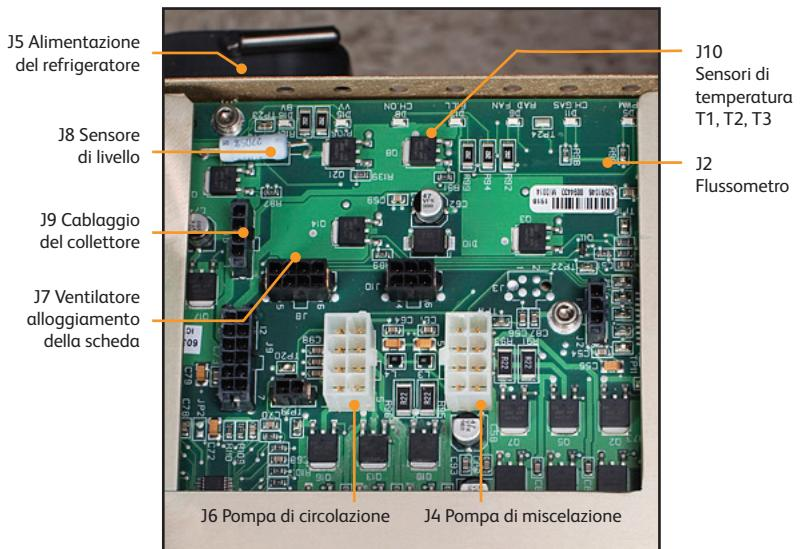

Fig. 8-15 Connessioni della scheda del circuito I/O
1. Scollegare con attenzione ciascuno degli otto cavi collegati alla scheda, rilasciando ogni linguetta di blocco prima di tirare. Queste connessioni sono illustrate nella Fig. 8-15.